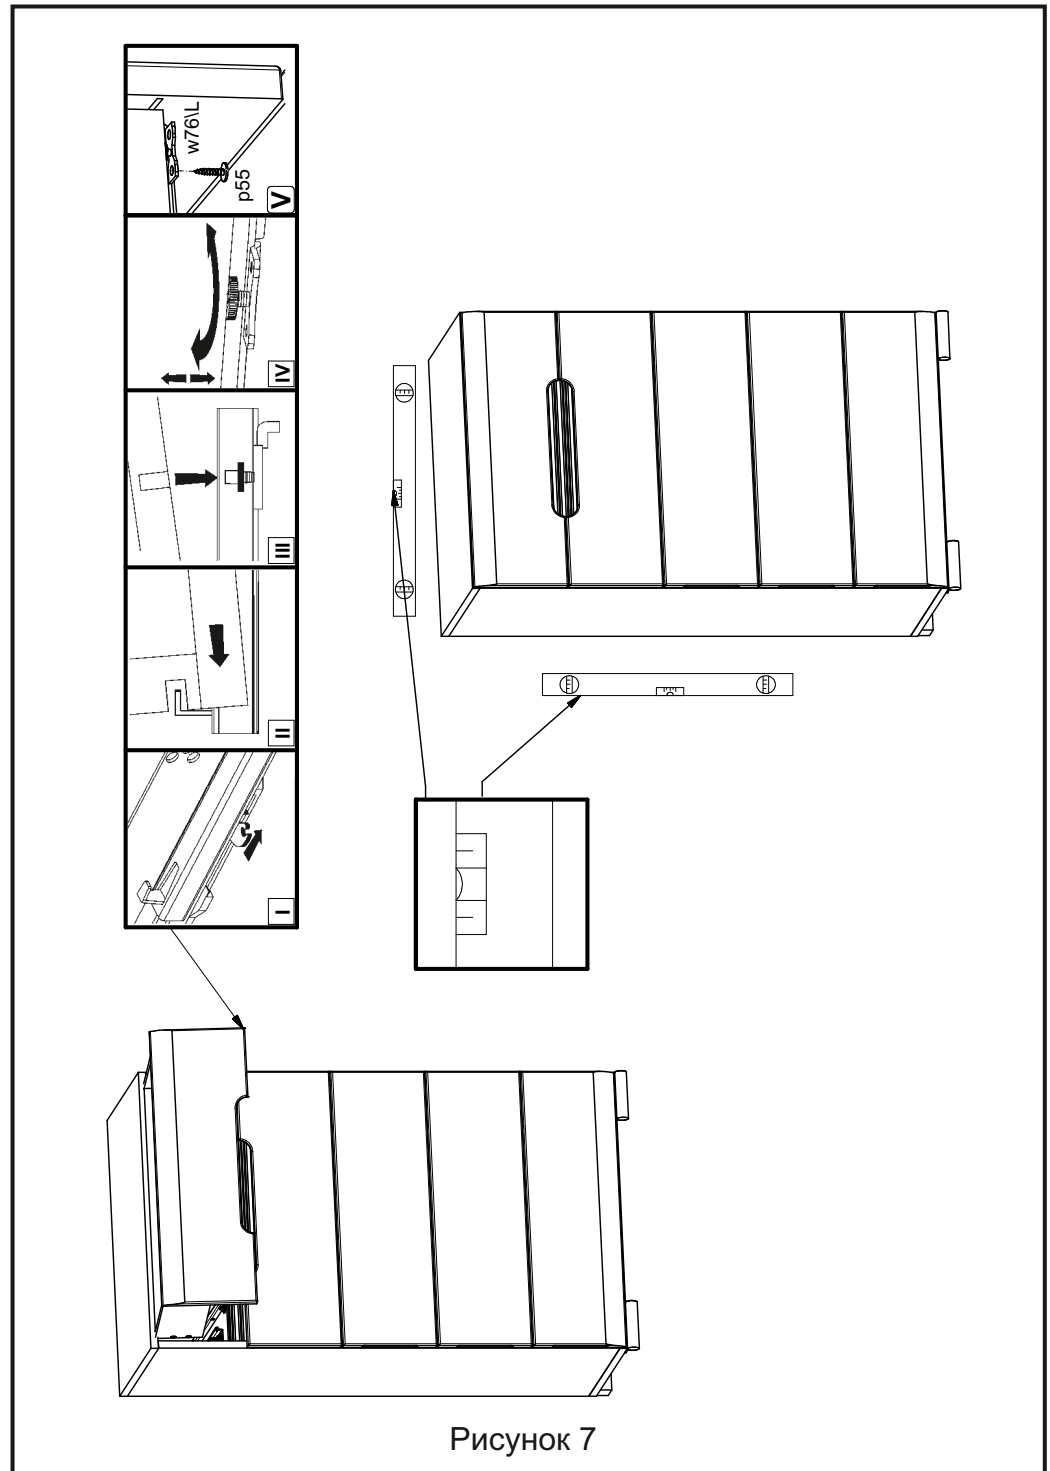

Рисунок 7
4.17. Установить ящики на направляющие w76IL и w76IP. Закрепить ящики на направляющих при помощи шурупов p55 (см. рис. 7).